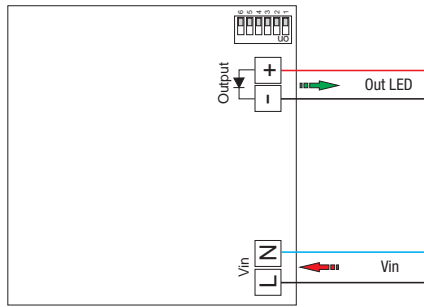

Fig. 2 - RN9160 - Réglage avec signal 0-10Vdc
A - Fonction 0÷10Vdc (S10) - DIM34... (R) - Fig. 2 - Via signal de contrôle 0÷10Vdc